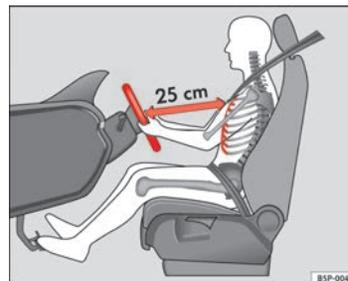

Fig. 136 Posición correcta del conductor
- Ajuste el volante hasta alcanzar la posición deseada ⇒ fig. 136.
- Ajuste el asiento del conductor o el volante de modo que quede una distancia mínima de 25 cm entre el volante y el tórax ⇒ fig. 136. ¡Si no respeta la distancia mínima, el airbag no le protegerá adecuadamente y corre peligro de muerte!